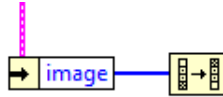

Рис.7.2. Додавання масиву
7. Далі необхідно додати 1 вимірний масив. BD – Arrays – Reverse 1D Array, підключити його як показано на рис.7.2.